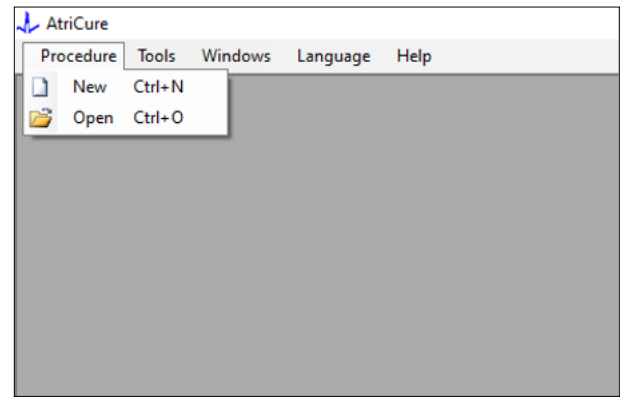
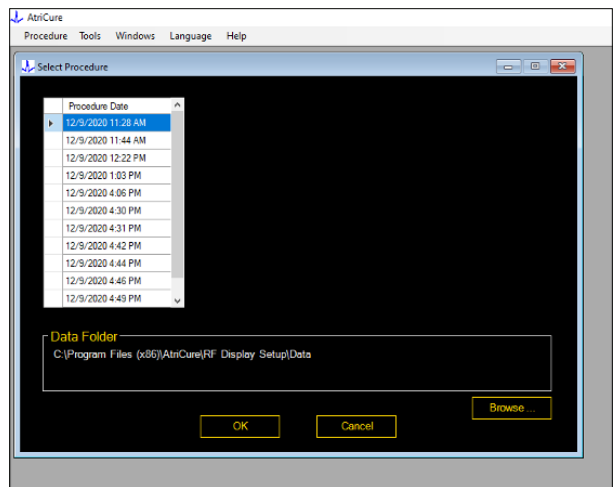

Figura 6: Opção para abertura de ablação específica para revisão
Figura 7: Selecionar a ablação anteriormente realizada para revisão (Imagem apenas para referência)
1. Selecionar Procedimento > Abrir (consulte a **Figura 6** e a **Figura 7**):